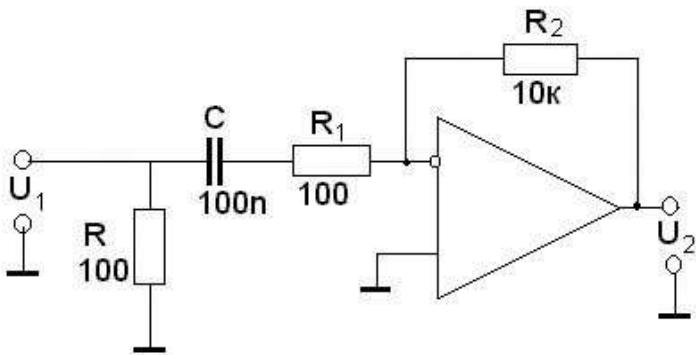

Рисунок 18 – Схема ОУ с разделительным конденсатором на входе.
**3.4.2** Соберите схему, изображённую на рисунок 18.